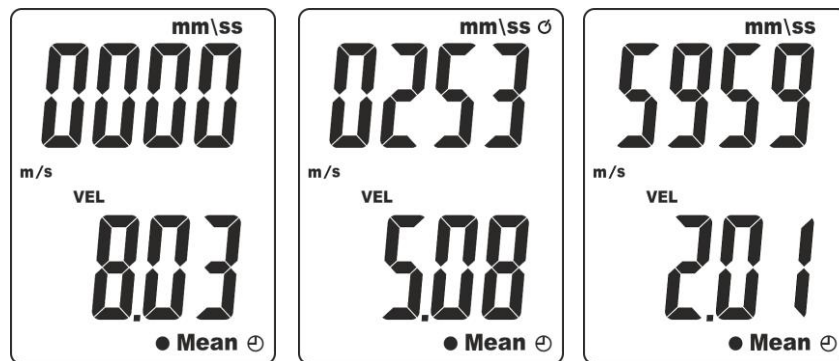

Fig. 9: Valore medio della velocità calcolato nel tempo
5. Premere a lungo (>2s) il tasto **MEAN**. I simboli "Mean" e "⊖" e la velocità dell'aria in tempo reale sono mostrati rispettivamente nella parte bassa del display e sul display secondario mentre i simboli "0000" e "mm/ss" (Timer espresso in minuti/secondi) sono mostrati nel display principale (vedere Fig. 9 – parte sinistra)
6. Premere il tasto **ENT** per attivare il tempo di misura (campo: **1s ÷ 59min, 59sec**) indicato sul display principale mentre la velocità dell'aria è sempre in esecuzione (vedere Fig. 9 – parte centrale riferita ad un tempo di misura di 2min e 53s)
8. Premere il tasto **MEAN** per terminare la misura. I simboli "Mean" e "⊖" lampeggiano a display e la media aritmetica calcolata nel tempo di misura sui valori salvati con intervallo di campionamento fisso di 1s è mostrato sul display secondario (vedere Fig. 9 – parte centrale)
9. Per tempo di misura superiore a **20 minuti** (vedere Fig. 9 – parte destra ) è necessario disabilitare l'autospegnimento dello strumento (vedere § 4.4)